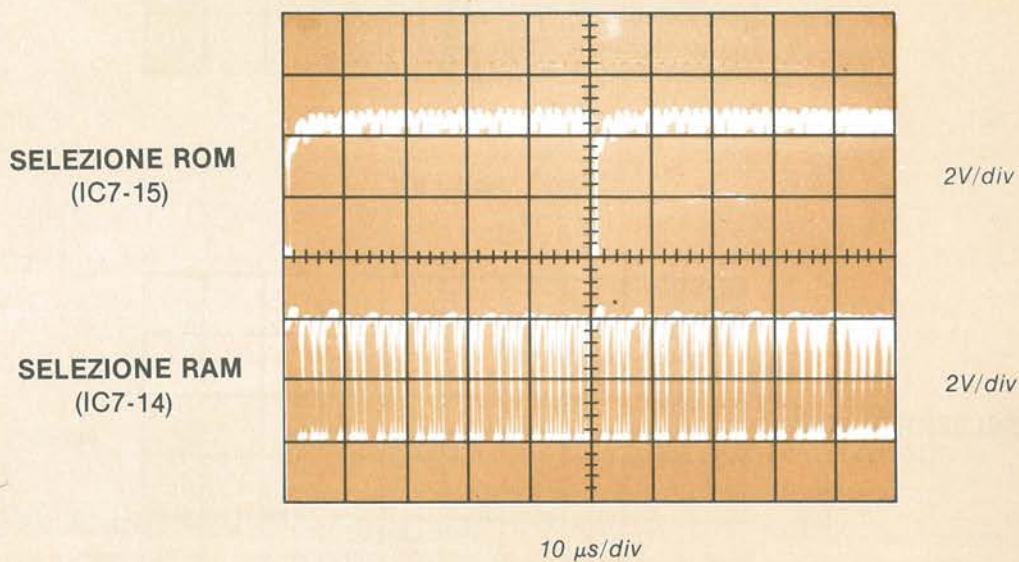

Figura 8-3. La RAM è abilitata (segnale basso) ogni volta che in questo loop di programma viene letto un byte di istruzione
- E) Fate partire il programma che avete introdotto nel passo A. Sullo schermo dell'oscilloscopio si dovrebbe vedere una immagine simile a quella della Figura 8-3. La ROM è abilitata solo una volta per ogni loop (ogni loop dura circa  $50 \mu s$ ). La RAM è abilitata invece ogni volta che viene letto un byte d'istruzione. Notate che quando il segnale di selezione della ROM è basso, la RAM non è abilitata (il segnale di selezione della RAM non è basso). Notate ancora che ci sono altri sei periodi, all'interno del loop, durante i quali la RAM non è abilitata: sono i periodi durante i quali sono selezionati gli altri sei dispositivi.